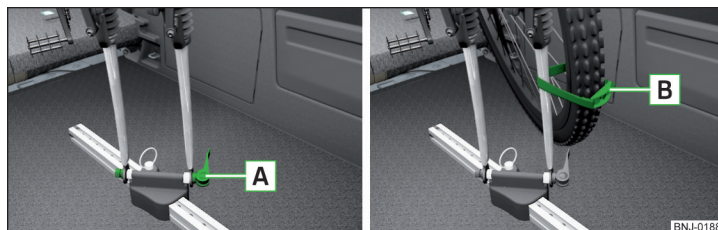

Fig. 113 Inserimento della forcella anteriore della bicicletta nel supporto / esempio di fissaggio della ruota anteriore
- Allentare l'unità di serraggio rapido **A** » fig. 113 del supporto e regolare la larghezza della forcella della bicicletta.
- Fissare la ruota anteriore con la cinghia **B** alla forcella anteriore » fig. 113 o al telaio della bicicletta.